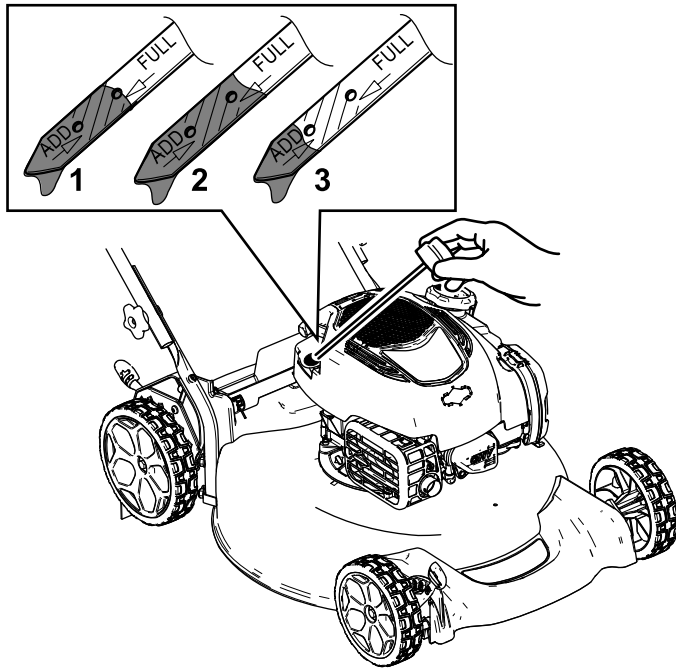

Bild 13
- Wenn der Ölstand am Peilstab zu hoch ist (Bild 13), lassen Sie Öl ab, bis der Ölstand am Peilstab richtig ist, siehe Wechseln des Motoröls \(Seite 18\).
2. Entfernen Sie den Peilstab, indem Sie den Deckel nach links drehen und herausziehen (Bild 13).
5. Lesen Sie den Ölstand am Peilstab ab (Bild 13).
- Wenn der Ölstand am Peilstab zu niedrig ist (Bild 13), füllen Sie langsam etwas waschaktives Öl (SAE 30 oder SAE 10W-30) in den Öleinfüllstutzen, warten Sie drei